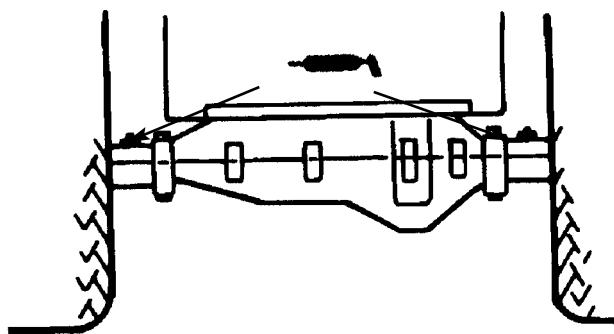

Fig. 13
2. Lubrificate il ponte posteriore con 3-4 pompe di grasso (Fig. 13).